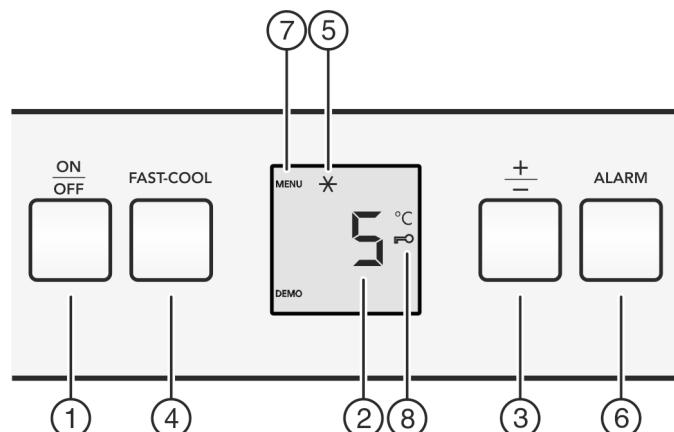

Fig. 2
- Taste On/Off Fig. 2 (1) drücken.
- Taste Fast-Cool Fig. 2 (4) ca. 5 Sekunden drücken.
- ▷ In der Anzeige wird das Symbol Menu Fig. 2 (7) angezeigt.
- Mit der Taste Fast-Cool Fig. 2 (4) kurz bestätigen.
- ▷ Das Symbol Kindersicherung Fig. 2 (8) leuchtet in der Anzeige.
- Taste Alarm Fig. 2 (6) drücken.
- Temperaturfunktion aufrufen: Die Einstelltaste „+/-“ Fig. 2 (3) drücken.
- Temperatur in 1 °C -Schritten ändern: Einstelltaste „+/-“ Fig. 2 (3) so oft drücken, bis die gewünschte Temperatur in der Temperaturanzeige leuchtet.
- Taste Fast-Cool Fig. 2 (4) kurz drücken.
- ▷ Das Symbol Fast-Cool Fig. 2 (5) leuchtet in der Anzeige.
- ▷ Das Symbol Fast-Cool Fig. 2 (5) erlischt in der Anzeige.